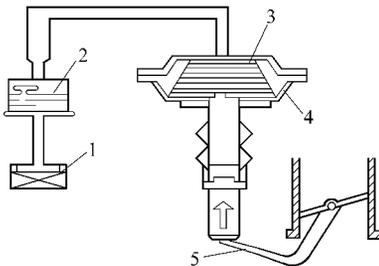

图 5-83 节气门缓冲器
(3) 节气门缓冲器和真空延迟阀 为了避免节气门突然关闭而带来的不良影响(例如熄火),节气门体上安装有节气门缓冲器和真空延迟阀。通过节气门杠杆机构,使节气门缓冲器膜片室中的膜片克服弹簧弹力向上推,并将膜片室内的空气压向真空延迟阀内的阻尼孔,使其慢慢向外排出,节气门的关闭动作因此得到缓冲(见图 5-83)。